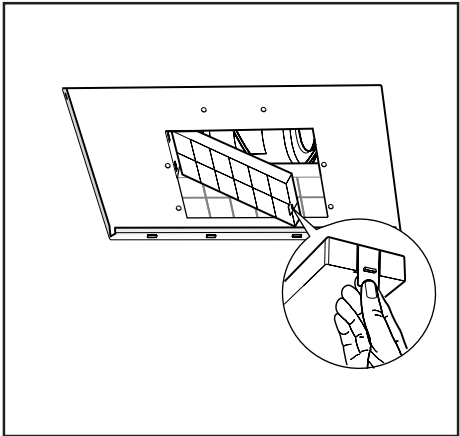

Fig.10
- **Versione filtrante:** collegare il tubo flessibile al deflettore **M** e fissare la vite **P** come indicato in (Fig.7), i filtri al carbone attivo devono essere applicati al gruppo aspirante posto all'interno della cappa (Fig.10). Se il kit non è in dotazione, ordinarlo al Vs. rivenditore come accessorio.